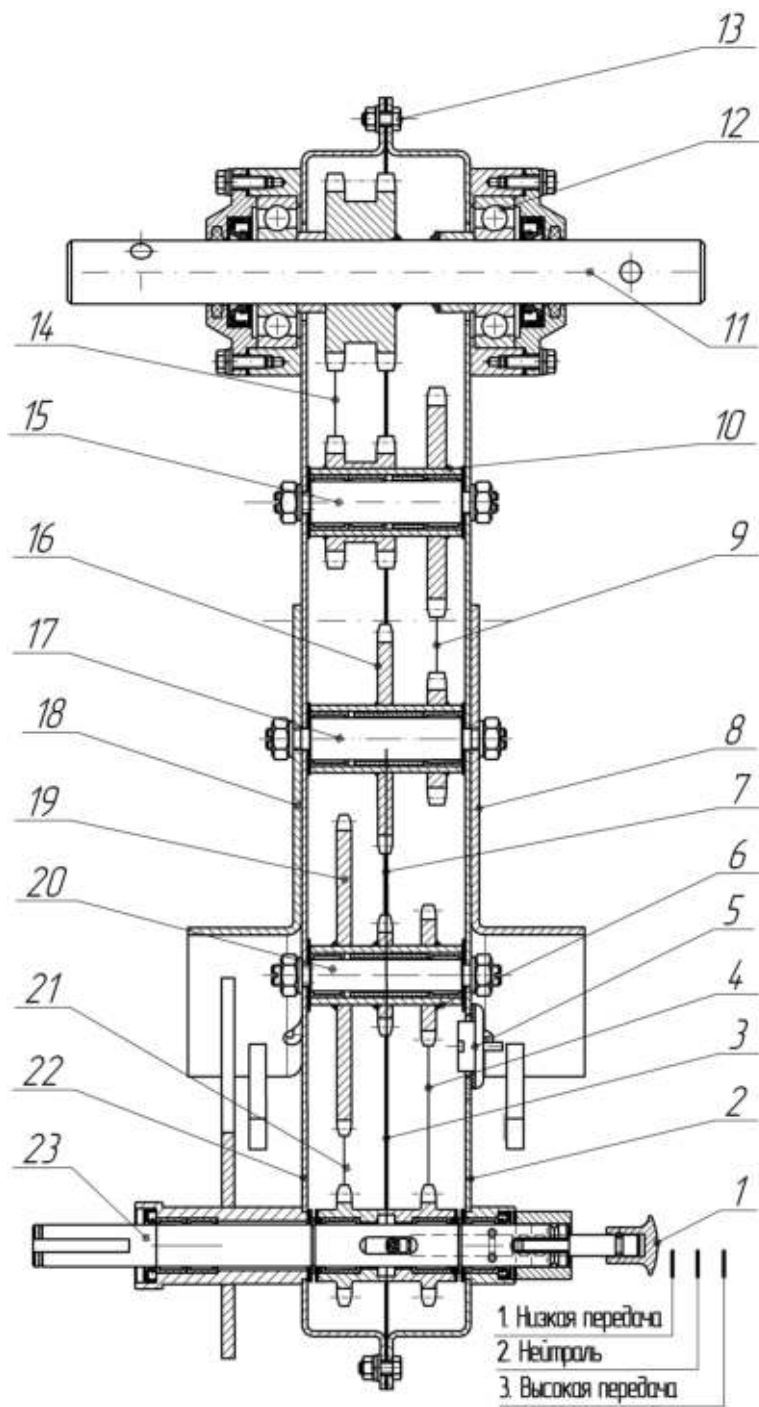

Рисунок 1 – Продольный разрез редуктора.
8.6.3	Выверните пробку 5 (рисунок 1) и, наклонив мотоблок направо, слейте масло из редуктора в подставленную емкость.